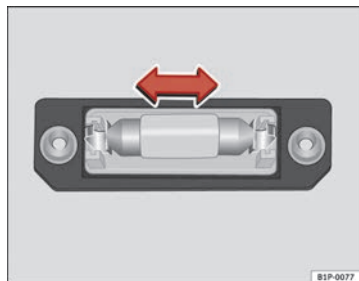

Abb. 223 Kennzeichen-
- Nehmen Sie die Glühlampe in Pfeilrichtung heraus ⇒ Abb. 223.